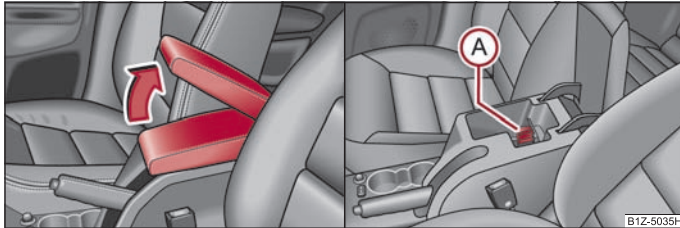

Abb. 97 Armlehne: Ablagefach / Kühlung des Ablagefachs
- Öffnen Sie den Deckel der Armlehne in Pfeilrichtung ⇒ Abb. 97 - links.